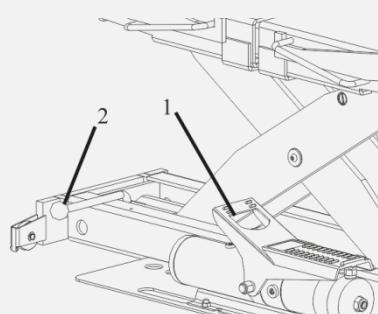

Рисунок 40
1. Без нагрузки выжмите педаль (1/рисунок 40) насоса, чтобы поднять траверсу на весь ход штока, для проверки работоспособности.
2. Проверьте защелки безопасности, подняв траверсу до первой безопасной позиции (высота около 444 мм) и потом, подняв траверсу, высвободите защелки безопасности в то же время поверните рычаг безопасности (2/рисунок 40).
3. Проверьте защелки безопасности, подняв траверсу до второй безопасной позиции (высота около 351 мм) и потом, подняв траверсу, высвободите защелки безопасности в то же время поверните рычаг безопасности (2/рисунок 40).